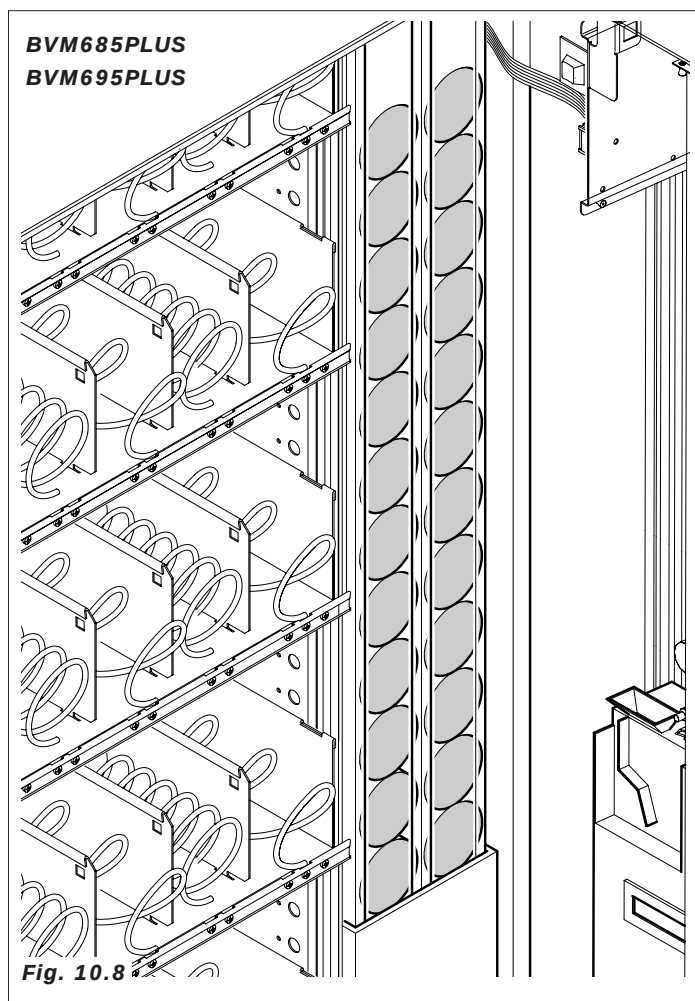

Fig. 10.8
10.3.1 Módulo para latas y botellas (Fig. 10.8)